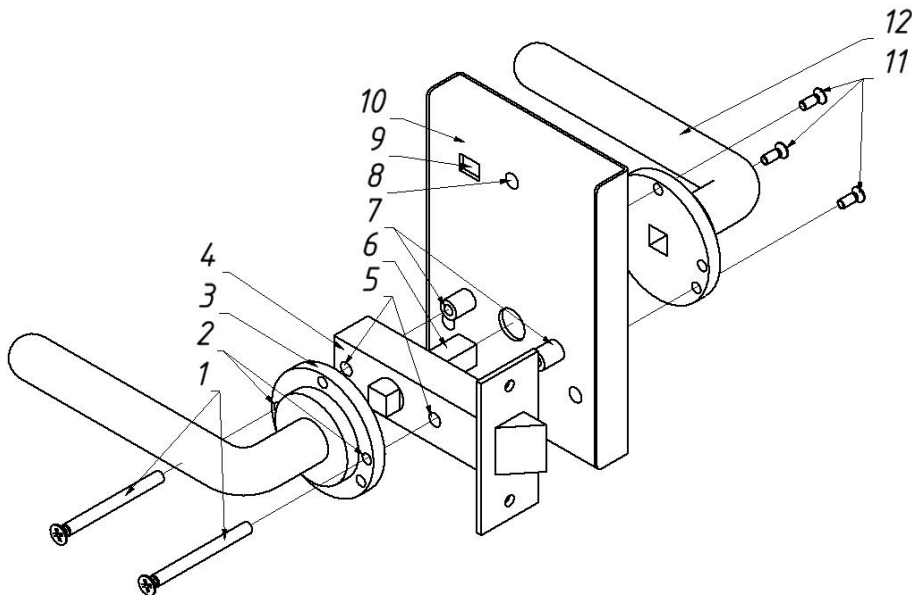

Рис. 5 – Схема установки
Перед началом монтажа убедитесь в соосности крепежных отверстий под ручку в замке с отверстиями в самой ручке (см. рисунок 5).
- 2.3. Просверлить в двери два сквозных отверстия диаметром 5 мм. Расположение отверстий должно совпадать с расположением крепежных втулок (7) на замке (10), а так же совпадать с крепежными отверстиями (5) в защёлке (4) и отверстиями (2) в ручке (1) (см. рисунок 5).